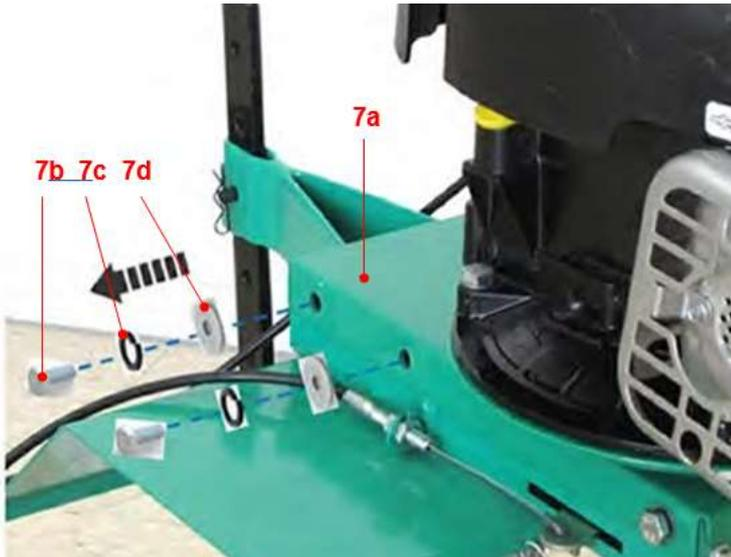

Fig.6
1. Retirez le boulon préassemblé, la rondelle élastique (7c) et la rondelle (7d) du socle (7a) sur les deux côtés et gardez-les à portée de main. (Fig.6)